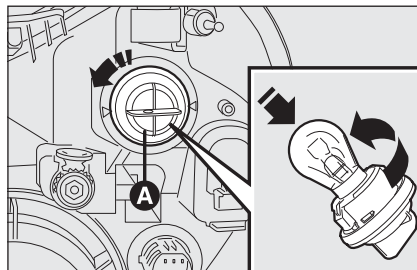

fig. 23
- tourner dans le sens inverse des aiguilles, le porte-ampoule **A-fig. 23** et l'enlever;